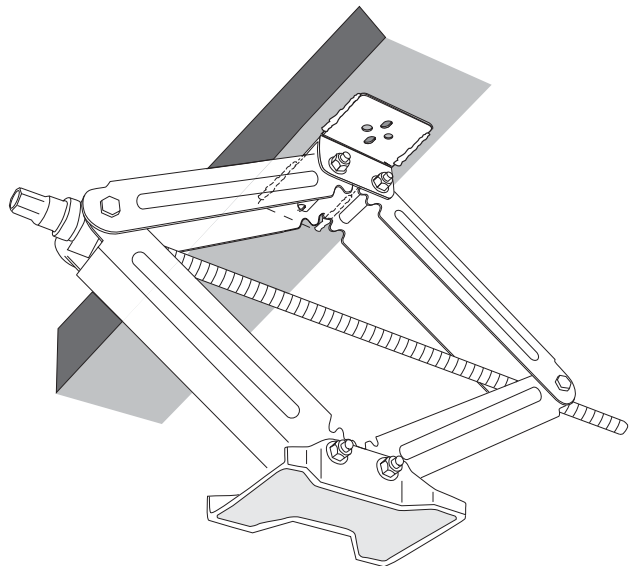

Figure 2
- After determining your location, weld each mounting plate to the vehicle frame with four 1" long welds, as shown. (Figure 2)
- Après avoir déterminé l'emplacement, soudez chaque plaque d'assemblage au châssis du véhicule à l'aide de quatre soudures mesurant 1 po, comme illustré. (Figure 2)
(Figure 2)